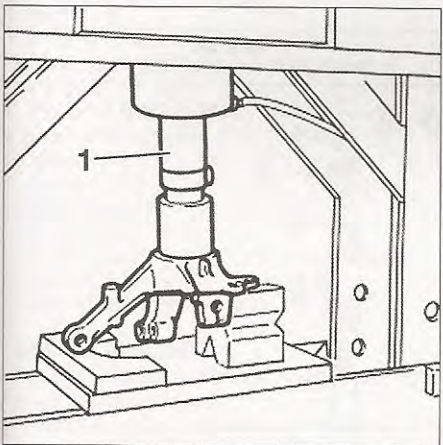

FIG. 15
- Con una prensa (1) y un distanciador de diámetro correspondiente, desmontar el rodamiento de la mangueta (fig. 15).